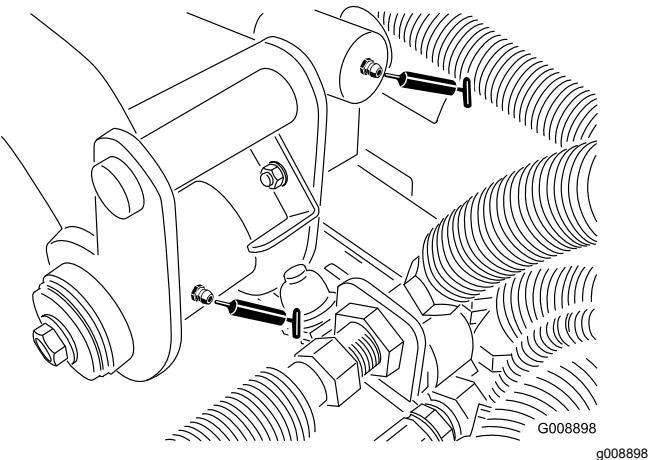

Bild 38
- 2 hintere Hubarm-Drehbüchsen und Hubzylinder (Bild 38)